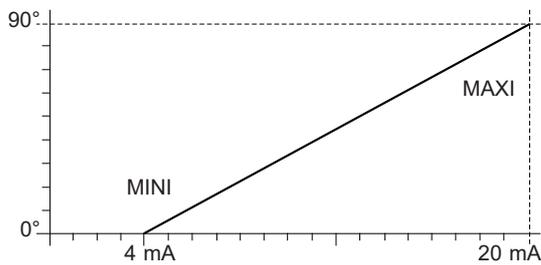

Fig. II.5
- Chaque point est défini par 2 coordonnées : signal / position angulaire. *Exemple : 0° à 4 mA pour le mini et 90° à 20 mA pour le maxi (réglage usine - cf Fig. II.5).*